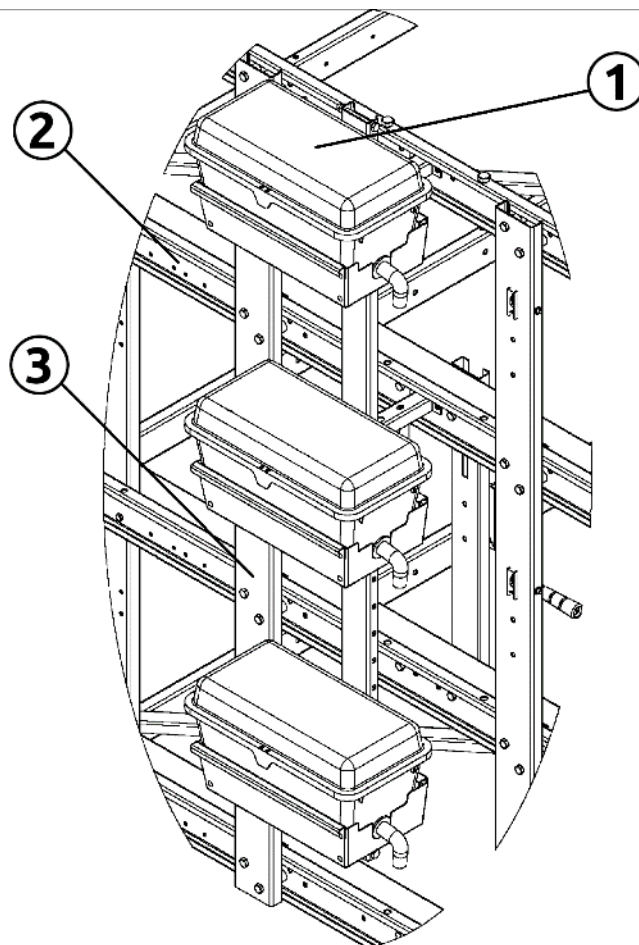

Рисунок 2.3
В качестве устройства регулировки уровня водяного столба (рис. 2.3) в линии поения применяются бачки линии поения (1). Бачки устанавливаются в натяжных (передних) станциях клеточных батарей (2), в специально спроектированном узле подъема бачков (3).